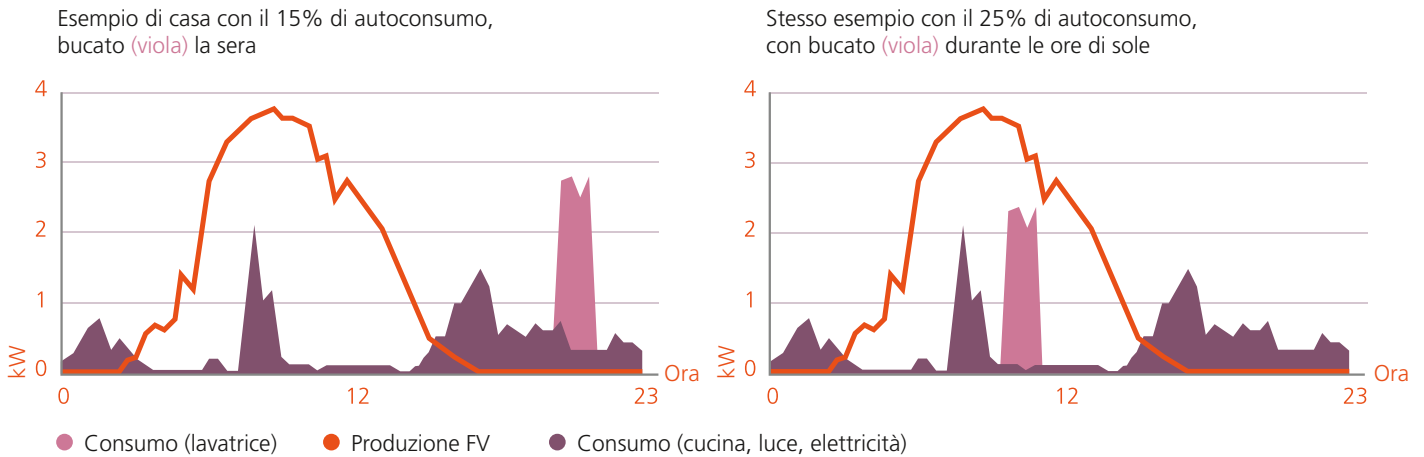

Figura 4: Aumento dell'autoconsumo mediante lavaggio durante orari con molta elettricità solare proveniente dal tetto (fonte: VESE).
- **automaticamente:** un dispositivo sposta i tempi di accensione nei periodi con molta energia solare. Ad esempio, la lavatrice è programmata per accendersi automaticamente quando c'è sufficiente soleggiamento. Se ciò avviene in modo coerente, l'autoconsumo aumenta in genere di circa il 10%. Il capitolo 3 spiega il funzionamento. La figura 4 mostra come l'autoconsumo può essere aumentato spostando il lavaggio dalla sera a mezzogiorno.